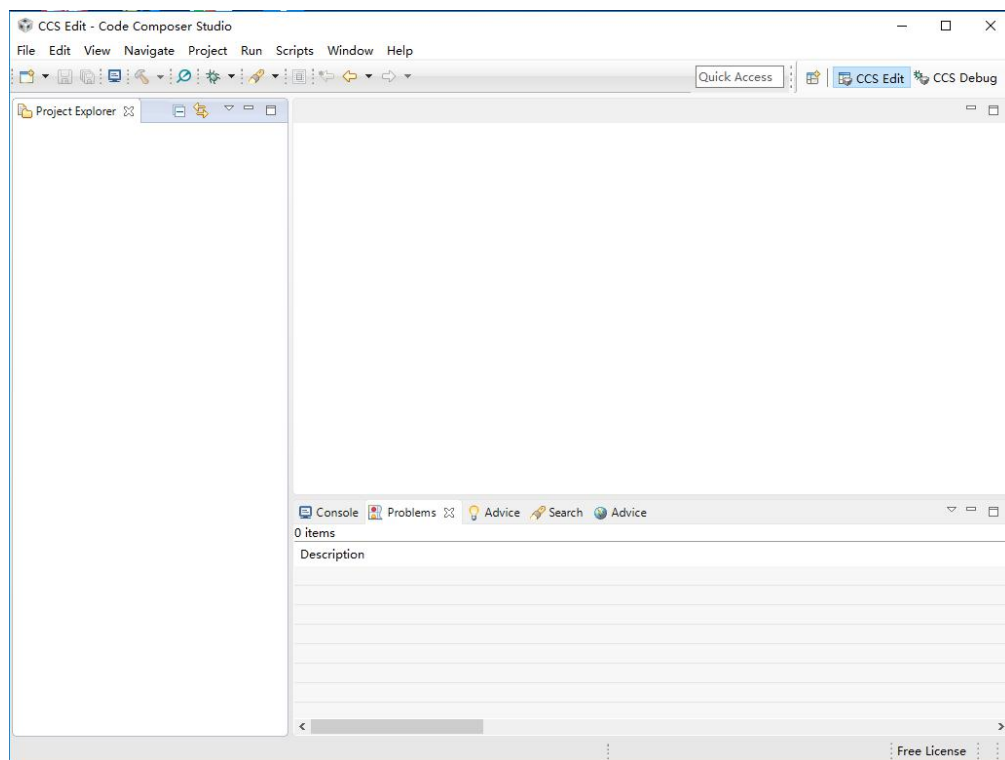

图8 调试界面
① 双击打开桌面上的Code Composer Studio 6.2.0软件，出现如图8的调试界面。